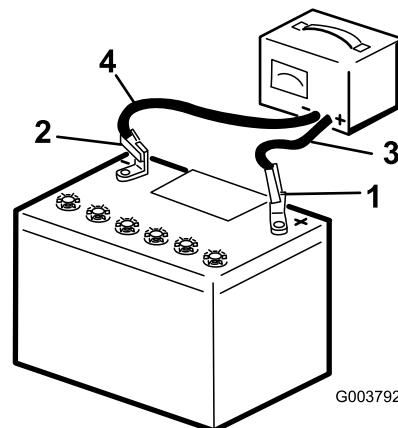

Figura 57
2. Cargue la batería durante 4 a 8 horas a un ritmo de 3 a 4 A (Figura 57). No sobrecargue la batería.
3. Cuando la batería esté completamente cargada, desconecte el cargador de la toma de electricidad, luego desconecte los cables del cargador de los bornes de la batería (Figura 57).